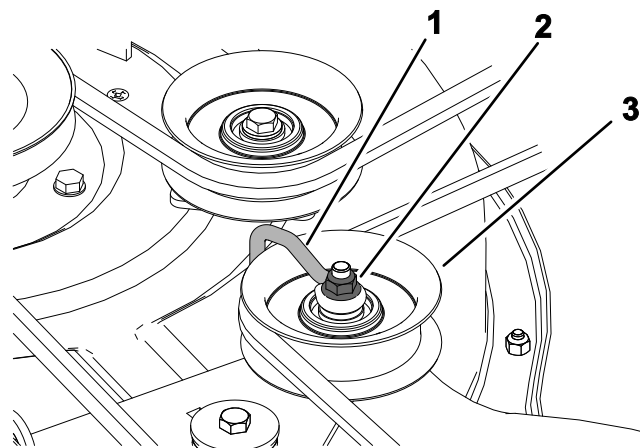

Figure 56
2. Vis (3)
6. Desserrez l'écrou qui fixe le fil métallique à la poulie de tension (Figure 56).
Remarque: Placez le fil métallique contre le bras de la poulie de tension, comme montré à la Figure 56.